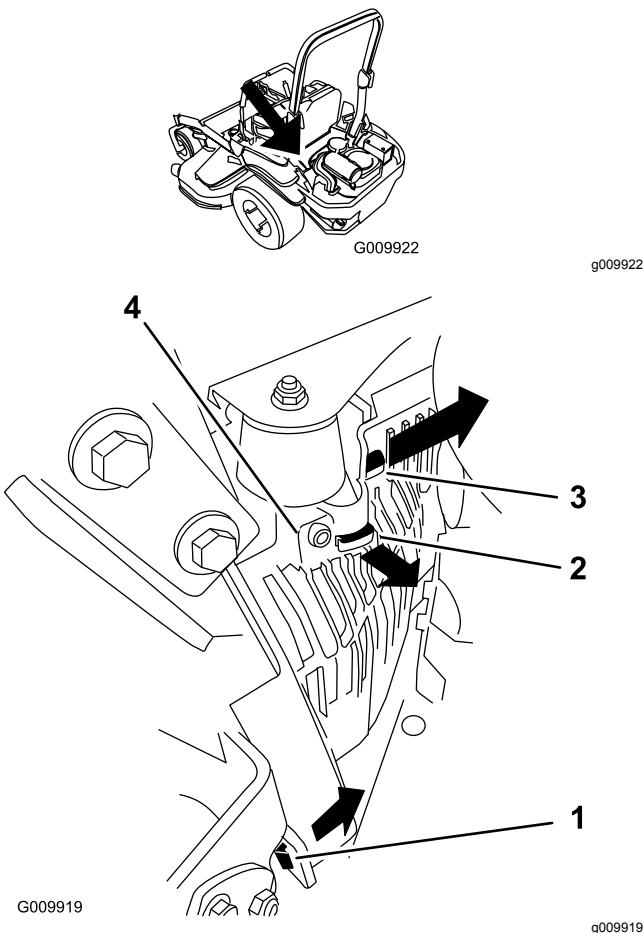

Figure 51
3. Déposez le capot de l'unité hydraulique gauche dans l'ordre indiqué à la Figure 51.
5. Montez le capot de l'unité hydraulique gauche (Figure 51).